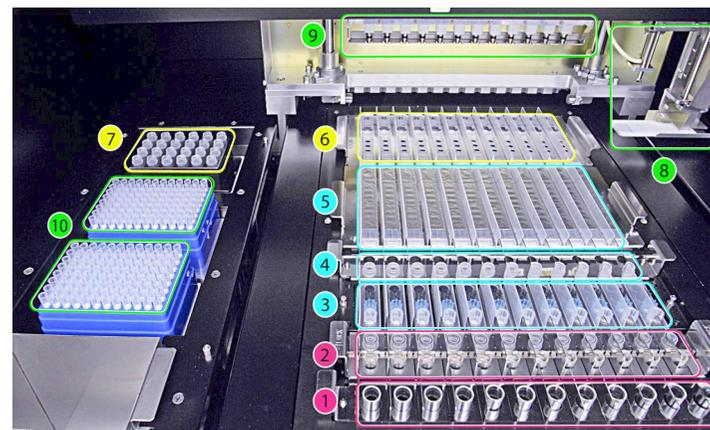

Figura 1: A área de carregamento do «ELiTe InGenius»
A Figura 1 mostra uma descrição geral do instrumento «ELiTe InGenius».
A Figura 1 mostra: Posição do tabuleiro do tubo principal (1), Posição do tubo de extração e do tabuleiro da tampa (2), Posição do tabuleiro da ponta (3), Posição do tabuleiro do tubo de eluição (tubo de eluição) (4), Posição do tabuleiro do cartucho de eluição (5) e posição do tabuleiro do cartucho de PCR (6), Posição do bloco do reagente de PCR e Controlo interno (gestor de inventários) (7), posições da amostra e de distribuição do reagente (8, 9), da caixa de desperdícios (lado inferior esquerdo) e das pontas (10).
6. Para confirmar que estão colocados na posição do gestor de inventário 7 (cf. página 10, Figura 1) reagentes suficientes para o número de testes selecionados, como indicado no ecrã, prima o botão “Next” (Seguinte).
7. Coloque tabuleiros de pontas suficientes na posição 10 (cf. página 10, Figura 1).
9. Coloque as cassetes de PCR indicadas na posição 6 (cf. página 10, Figura 1).
11. Coloque a(s) cassette(s) do cartucho de extração indicadas na posição 5 (cf. Página 10, Figura 1).
13. Coloque os “Elution Tubes” (Tubos de eluição) no suporte do tubo de eluição na posição 4 (ver página 10, Figura 1).
15. Coloque a quantidade de “Tip package” (Pacote de pontas) indicada na posição 3 (ver página 10, Figura 1).
17. Coloque a quantidade de “Extraction tubes” (Tubos de extração) indicada na posição 2 (ver página 10, Figura 1).